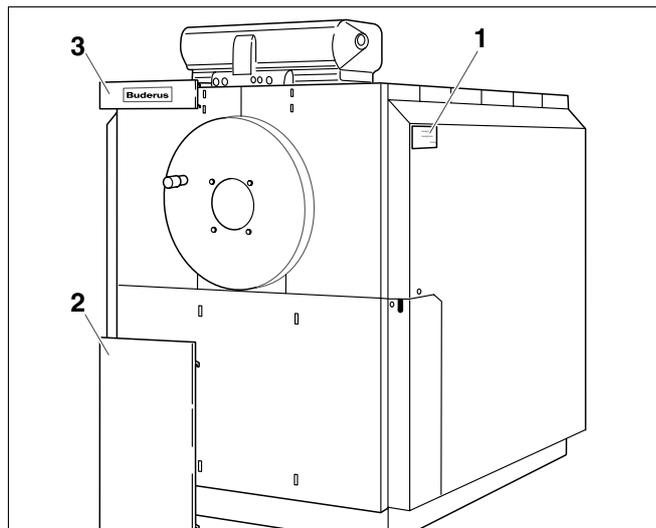

Fig. 25 Montaggio degli elementi di copertura
- Appendere l'elemento di copertura anteriore (fig. 25, **pos. 3**) e inferiore (fig. 25, **pos. 2**) negli elementi del pannello anteriore utilizzando i previsti ganci.
- Fissare la targhetta caldaia in alto sul listello di copertura (fig. 25).
- Fissare la targhetta dati (fig. 25, **pos. 1**) sul pannello laterale destro o su quello sinistro a seconda delle esigenze di installazione.